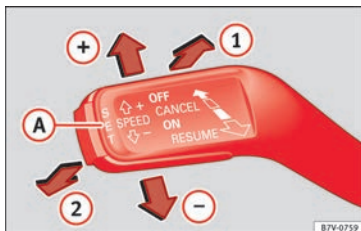

Fig. 46 A la izquierda de la columna de la dirección: conmutador y mandos de manejo del GRA.
- Conectar el GRA: sitúe la palanca en **ON** ① » **fig. 46**. El sistema se enciende, pero no regula por no tener programada ninguna velocidad.
- Activar el GRA: pulse el botón **SET** A » **fig. 46**. Memoriza y regula velocidad actual.
- Desconectar el GRA temporalmente: mueva la palanca hasta **CANCEL** ② » **fig. 46** y suéltela o pise el freno o el embrague. La regulación se desconecta temporalmente.
- Conectar el GRA de nuevo: mueva la palanca hasta **RESUME** ① » **fig. 46** y suéltela. La ve-
- Desconectar el GRA: mueva la palanca hasta la posición **OFF** ② » **fig. 46**. Se desconecta el sistema y la velocidad memorizada se borra.